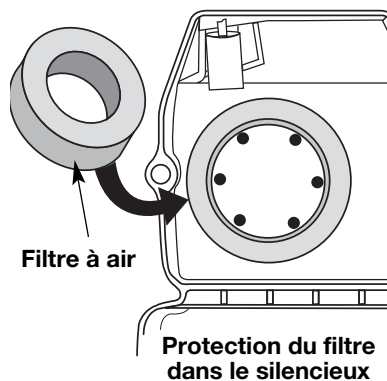

Fig. 24
2. Retournez le couvercle et inspectez l'intérieur pour repérer le filtre à air. Retirez le filtre à air de l'intérieur du couvercle du filtre à air/silencieux (Fig. 24).
6. Remplacez le filtre à air dans le filtre à air/couvercle du silencieux (Fig. 24).